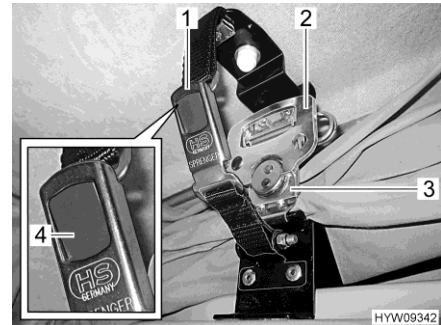

Fig. 28 Bloccaggio (tetto a soffietto)
- Aprire la serratura a scatto (Fig. 28,1) sui due lati. A tale scopo, premere il bottone a pressione grigio (Fig. 28,4).
- Aprire la maniglia (Fig. 28,2) della serratura rapida (Fig. 28,3) e ruotarla per metà giro in senso antiorario. In questo modo il bloccaggio viene sbloccato.